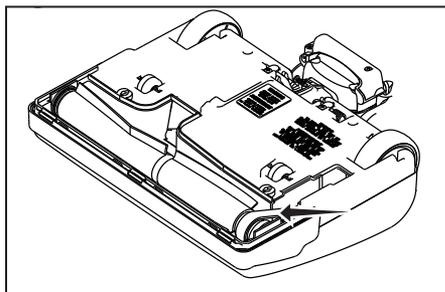

Fig. 2
- Remplacez le rouleau-brosse dans la buse. Faites tourner le rouleau-brosse manuellement afin de vous assurer que la courroie n'est pas enroulée sur elle-même et que toutes les pièces pivotantes tournent correctement (Fig. 2).